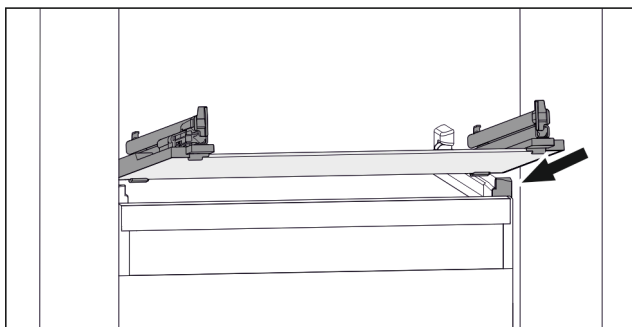

Fig. 109 Simbolična slika steklene plošče
- ▶ Steklenu ploščo postavite v poševnem položaju za zaustavljalniki. (glejte Fig. 109)